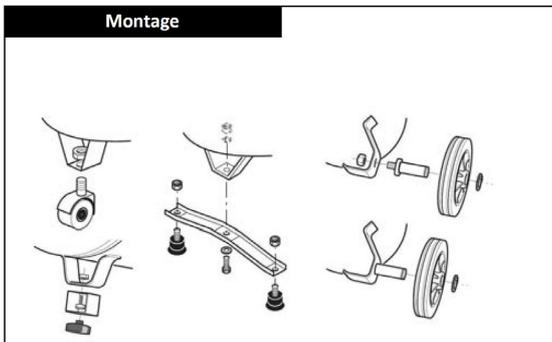

Abb. 3: Räder-Montage
Schritt 3: Montieren Sie gegebenenfalls zuerst die Räder und/oder Schwingungsschutzelemente (Abb.3).